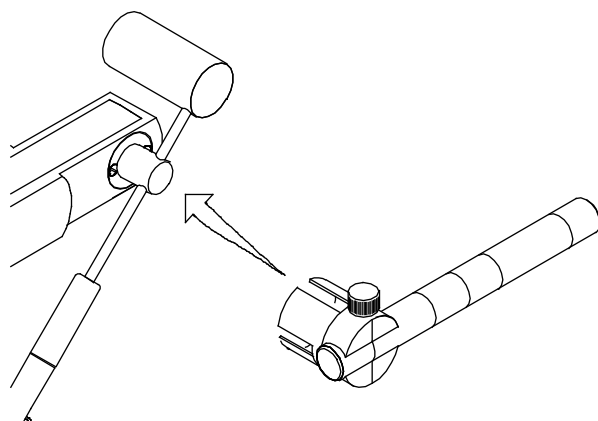

Рис. 8 Эталонный груз
- Для этого контроля используется эталонный груз (Рис. 8), который устанавливается на горизонтальную ось вращения измерительной призмы.